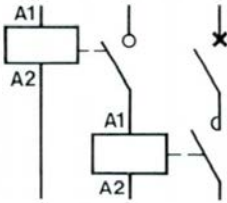

fig. 4 : disjoncteur + contacteur + télérupteur
- disjoncteur + contacteur + télérupteur (fig. 4).